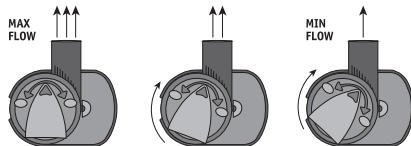

fig 4a
- Detach the rotor chamber/flow control component -C-D fig. 4a/4b- from the pump body -A fig. 4a/4b- then remove the rotor -B fig. 4a/4b-.
- Die Einheit Rotorkammer/Wassereinfluss -C-D, s. Abb. 4a/4b- vom Pumpengehäuse abnehmen -A, Abb. 4a/4b- und den Rotor entnehmen -B, Abb. 4a/4b-.